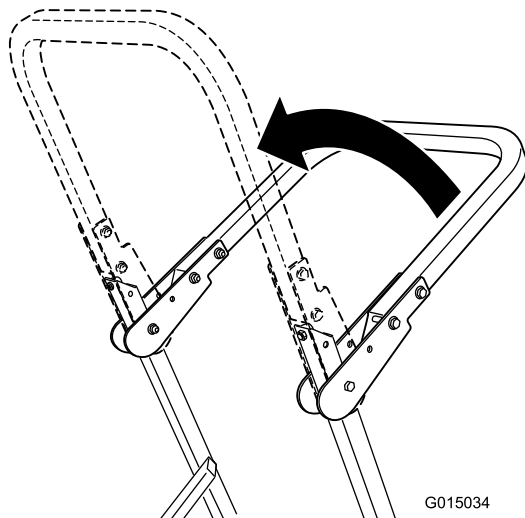

Figura 7
2. Alzate completamente il roll bar (Figura 7).